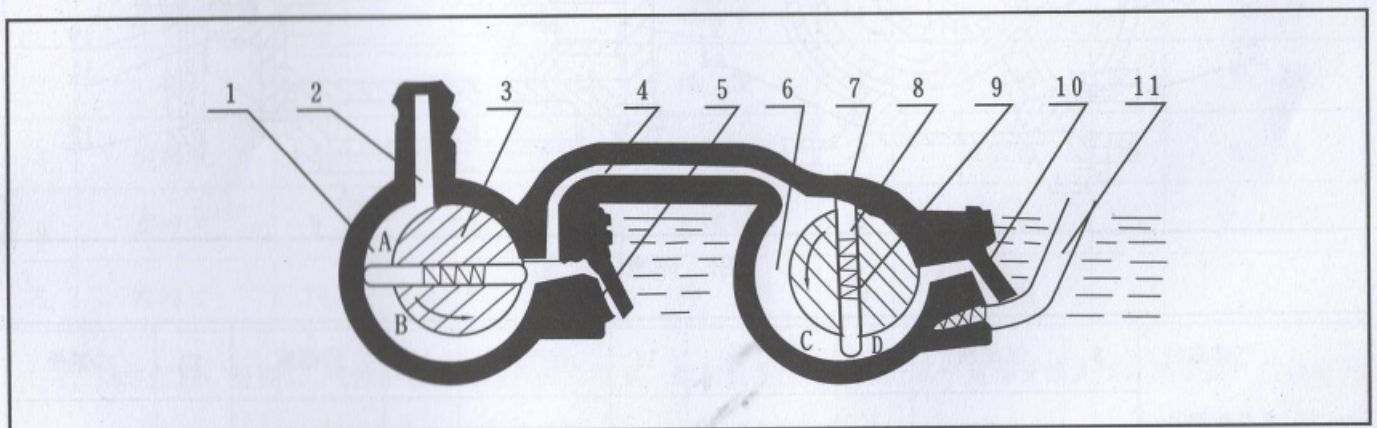

图 1
5、图1是2X系列机械泵原理图，转子3及7与高真空室1及低真空室6相切，转子3及7沿箭头方向旋转，带动转子槽内滑动的转片旋转，由于弹簧9及离心力的作用，转片外端紧贴高低真空室的内表面滑动，把转子与高低真空室所形成的月牙形空间从进气嘴2到排气阀门5和从过气管4到排气阀门10之间分隔开来，形成二或三个容积，并且周期性的大小变化，当在图示位置继续旋转时A及C容积逐渐增大，被抽容积气体从进气嘴进入泵内，同时B及D容积逐渐减少，压力升高，随后冲开排气阀门5及10，将气体排出真空室外，气体经过油面而排于大气之中，因为油是淹住排气门的，故能防止气体返回真空室。当抽气压强较高时，高低真空室的阀门都排气，相当于单级泵，当真空度较高时，全部气体进入真空室，再由排气阀门10排出，此时二级串联即进入双级泵工作。
如被抽除的气体中含有较高的蒸汽气体时，在气体受到压缩而其蒸汽的分压强超过此蒸汽在泵内温度下的饱和压强时，此时蒸汽被压缩成为液体，真空泵无法排出，而混在真空油内，使泵的性能大大降低。如果掺入适量的空气，使蒸汽在受到压缩时，其分压强也低于泵温的饱和压强，则蒸汽在变成液体前就能被排出泵外去，故本系列2X-4以上的泵都装有能放入一定量气体的掺气阀11见图1